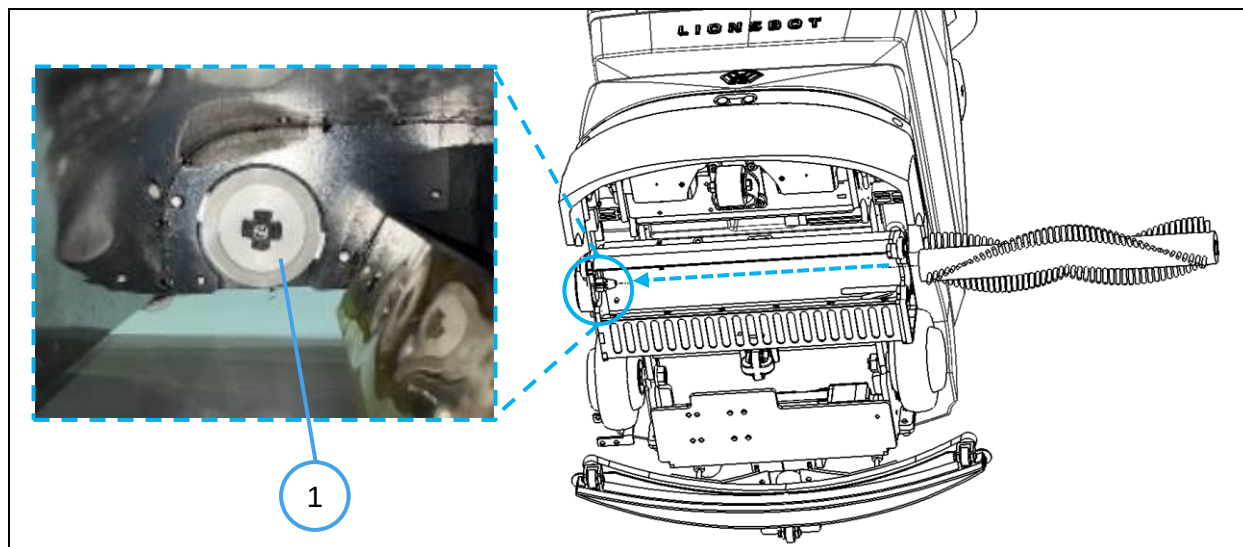

Fig. 3
3. Insérez la brosse jusqu'à ce que le dispositif d'alignement de la brosse soit placé sur le dispositif d'alignement et de verrouillage (Fig. 3 - 1).